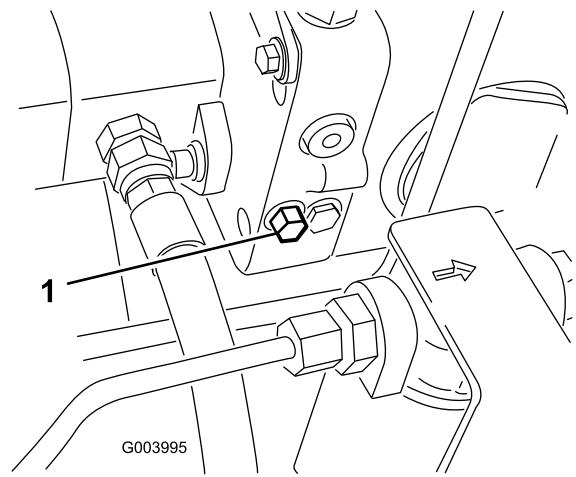

Bild 55
1. Dieses Sicherheitsventil befindet sich links am Hydrostat (Bild 55). Drehen Sie die Schraube um eineinhalb Umdrehungen, um das Ventil zu öffnen und Öl intern abzulenken. Weil das Öl abgelenkt wird, lässt sich die Maschine ohne Schäden am Getriebe langsam bewegen.